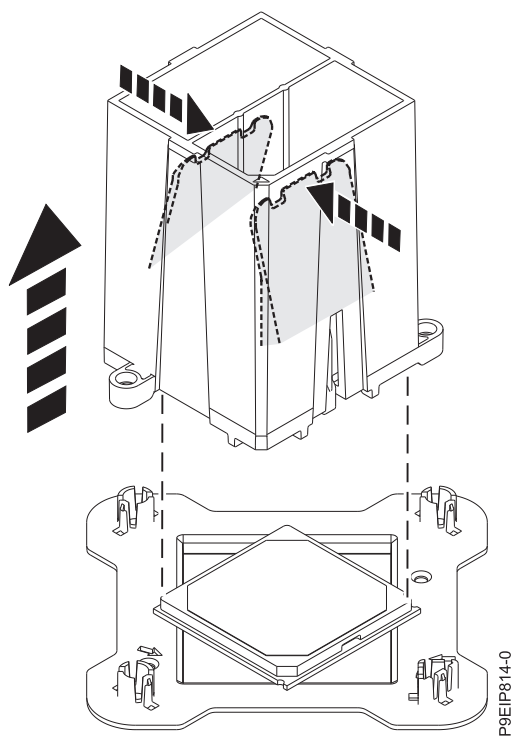

Figura 60. Liberando o módulo de processador do sistema da ferramenta
11. Pressione as duas guias azuis para liberar o módulo de processador do sistema da ferramenta, conforme mostrado em Figura 60.